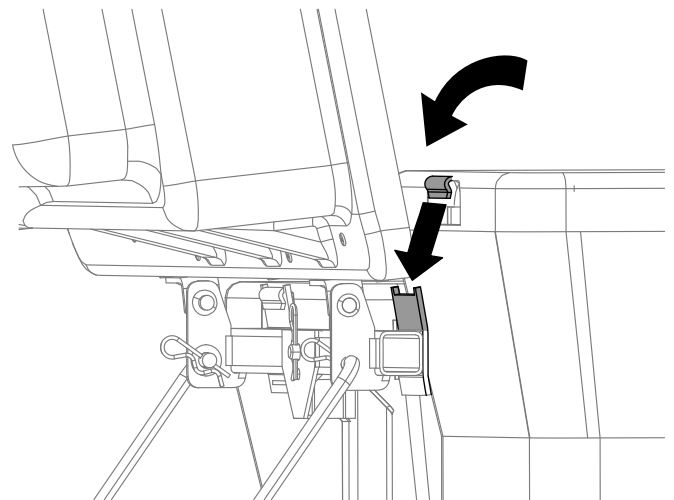

Figura 21
4. Eleve a parte superior do depósito de recolha e instale os sacos deslizando os ganchos da estrutura do saco para os suportes restantes (Figura 21).